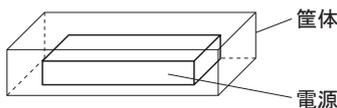

図3.2 電源取り付け例
■図3.2のように、電源が密閉空間で使用された場合、冷却が十分でない可能性がありますので、項番3.2のポイントAの温度をご確認の上ご使用ください。